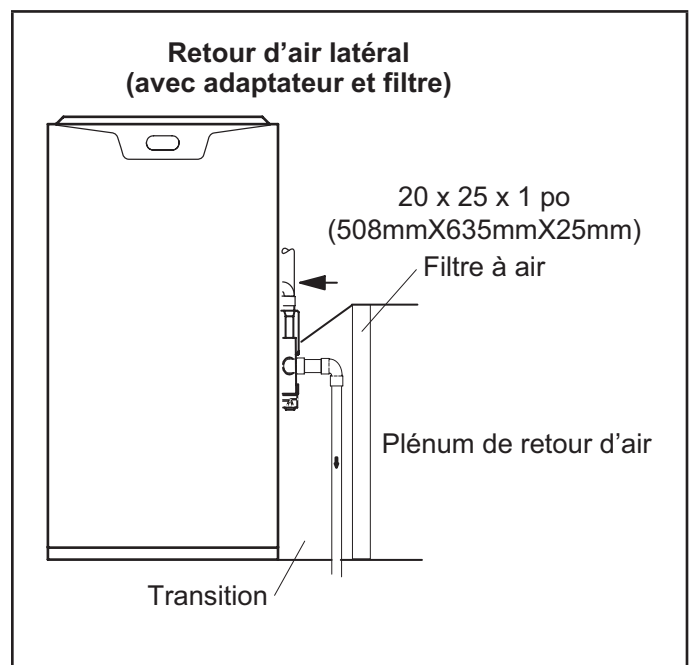

Figure 13
**Le EL196UHE avec retour d'air latéral et purgeur de condensat sur le même côté de l'enceinte (le purgeur peut être installé à une distance de 5 pieds maximum) nécessite une base de reprise d'air ou un adaptateur (non fourni) permettant d'installer un accessoire d'amélioration de la qualité de l'air intérieur (IAQ) facultatif de hauteur supérieure à 14,5 po. Voir la Figure 13.**